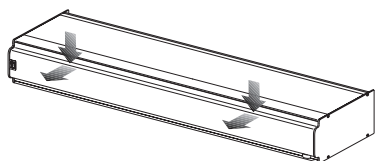

Fig. 3
2. Aprite l'aeratore, facendo una leggera pressione sul lato superiore della copertura e ribaltandola in avanti (Fig. 3).